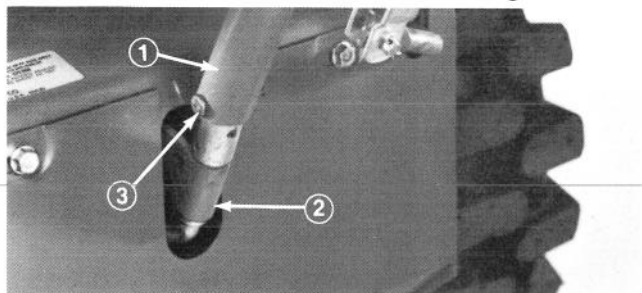
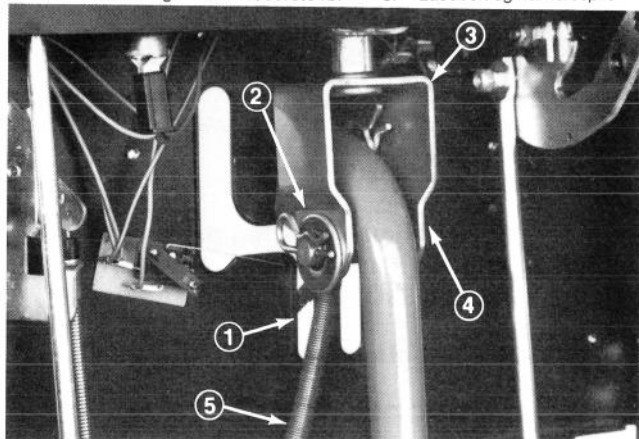
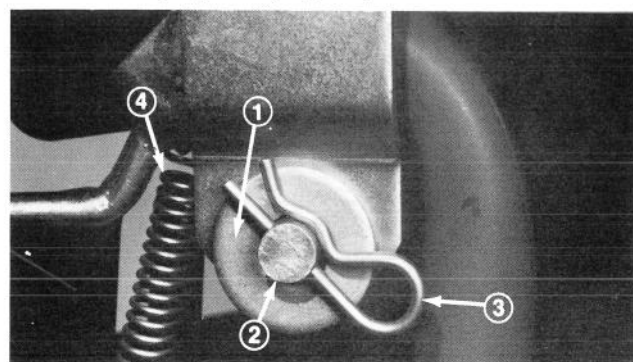

Fig. 9
Fig. 10
Fig. 11
2. Fra bagsiden skydes gearstangen over det nederste rør (Fig. 9) og derpå gennem 1. gears spalte i instrumentpanelet (Fig. 10). Hægt fjederen til hjulreskontrollens beslag. Drej derefter hullerne i gearstangen således at de stemmer overens med hullerne i det U-formede beslag. Skyd derefter en låsebolt gennem hullerne og hold den på plads med en hårnålssplit (Fig. 11). Hovedet af låsebolten skal være på højre side af det U-formede beslag.
3. Placer en spændeskive på låsebolten og skyd hårnålssplitten gennem boltten således at alle dele holdes på plads (Fig. 11).
5. Drej hullerne i den nederste del af gearstangen således at de er ud for hullerne i stangen i midten af trækenheden (Fig. 9). Fastgør delene med låsebolt og hårnålssplit (Fig. 9).